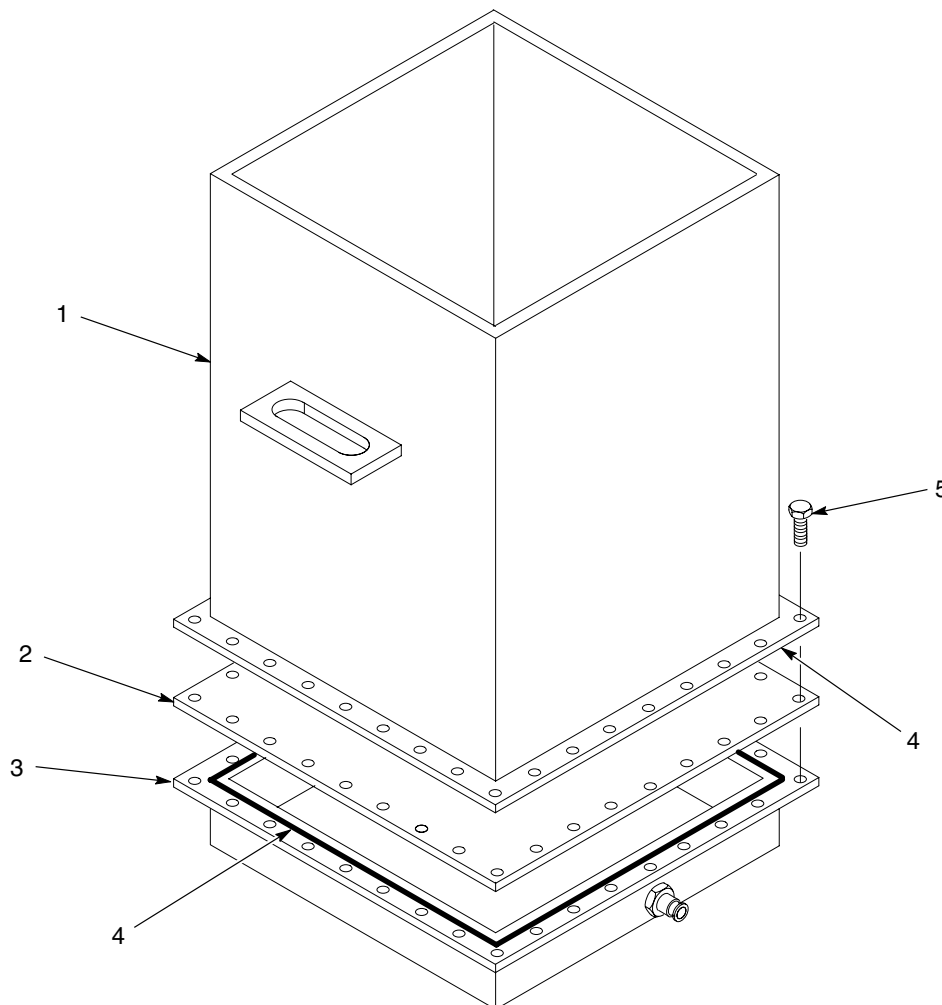

Figura 8-15 Substituição da placa de fluidificação da tremonha de alimentação de 50 lb
2. Consulte a figura 8-15. Retire o parafuso (5) que fixa o corpo (1) à câmara (3). Levante o corpo para fora da câmara.
3. Retire e elimine a placa de fluidificação antiga (2).
5. Verifique as juntas tóricas (4) do corpo e das flanges da junta tórica e assegure-se de que elas estão bem montadas nas ranhuras das flanges.